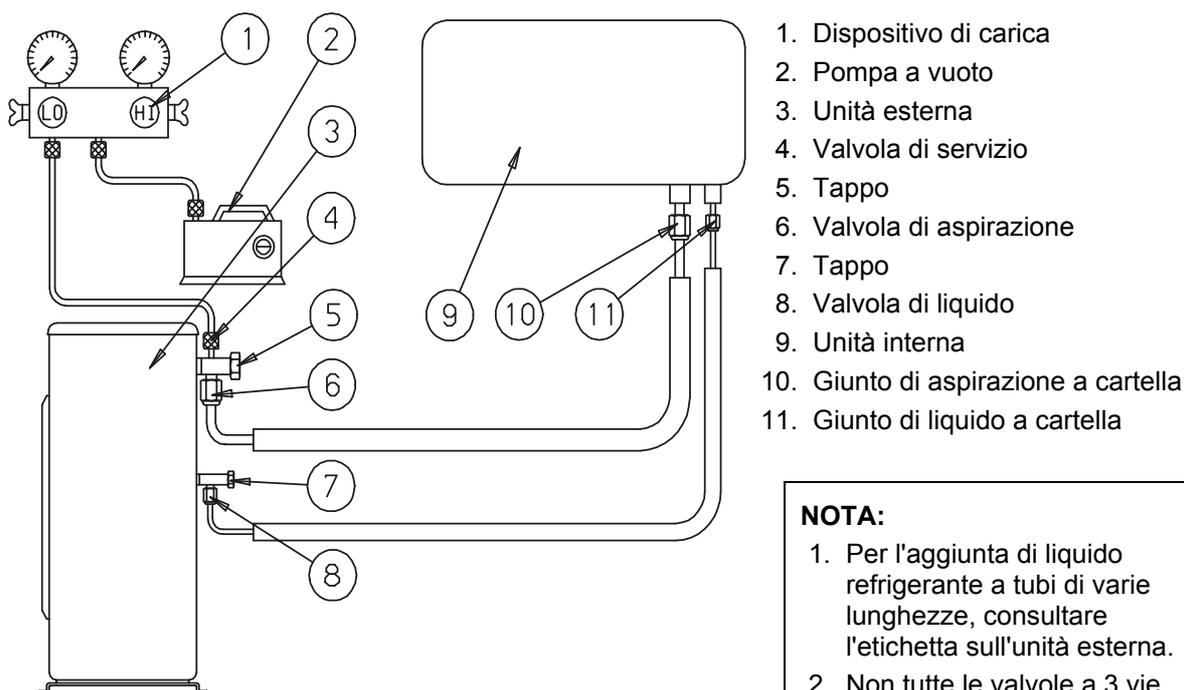

Figura 13: Connessioni dei tubi di refrigerante
5.3.2 Connessione dei tubi (vedi Figura 13)
- Collegare due beccucci di carica muniti da un lato di un perno a spinta, come illustrato in Figura 13. Collegare le due estremità dei beccucci con il perno a spinta con il lato LOW (basso - aspirazione) e HIGH (alto - liquido) ai lati del dispositivo di carica; togliere le protezioni dalle uscite di servizio delle valvole a tre vie di aspirazione e del liquido e connettete le estremità con il perno a spinta al giunto di servizio (Figura 14). In unità prive della valvola di servizio all'attacco del liquido, connettere il tubo solo alla valvola di aspirazione a 3 vie.